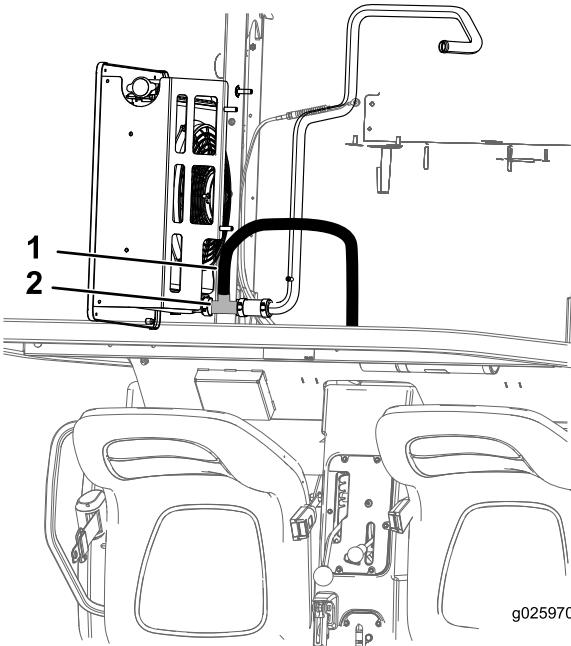

図 8
3. 下側ラジエターホースを切断し、この切断した部分に字フィッティングを入れ、幅広のホースクランプ2個で固定する図8。